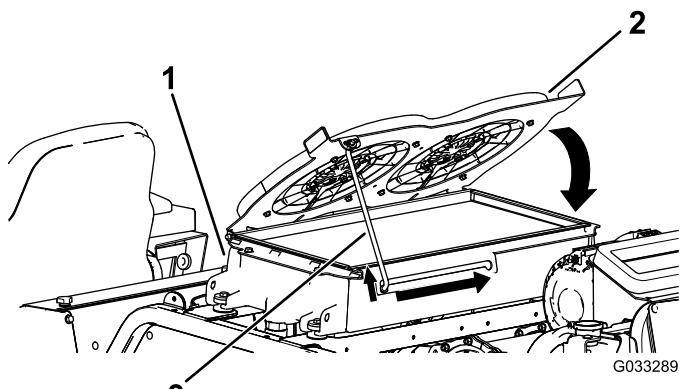

Figura 89
- 4. Gire hacia abajo los ventiladores de refrigeración del sistema hidráulico, y enganche la varilla de sujeción en la muesca (Figura 89).